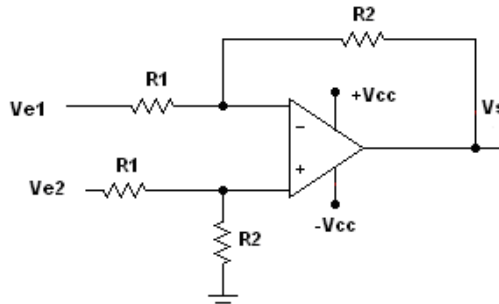

Figura 1: amplificador diferencial
- **Introdução Teórica:** Por definição um amplificador diferencial amplifica a diferença entre duas tensões. A figura 1 mostra o circuito básico.
Para o circuito da figura 1 a tensão de saída em função das entradas é dada por: